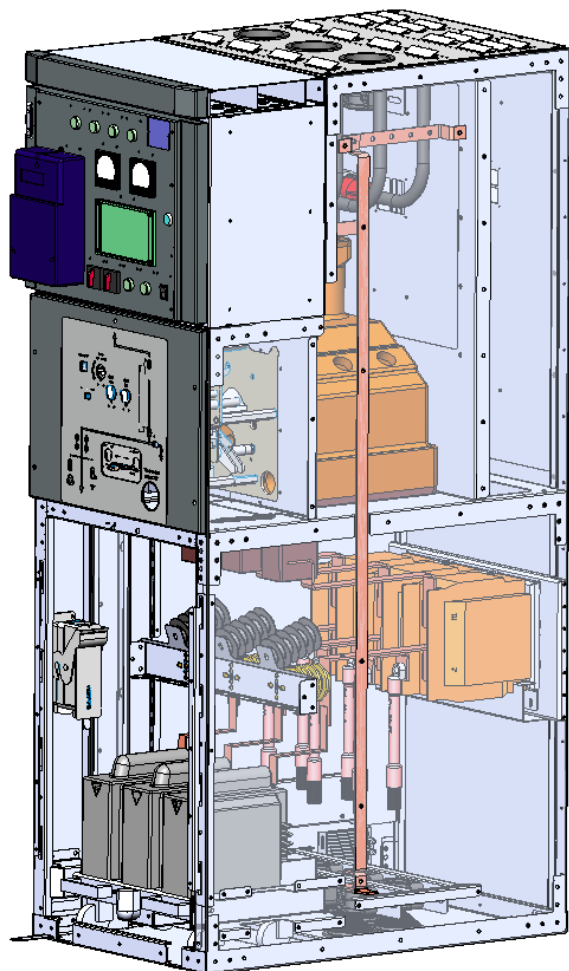

Рисунок 26
3. Снять крышку кабельного отсека (рисунок 26).